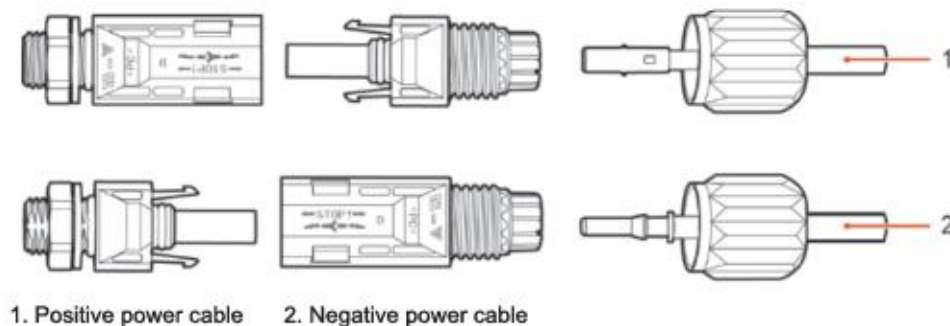

Figura 19 - Conexión de los cables de potencia CC en entrada (2)
- 4) Introducir los cables de alimentación positivos y negativos antes pelados en los terminales de metal positivo y negativo respectivamente, y crimparlos utilizando la herramienta adecuada. Asegurarse de que los cables queden fijados de modo que no puedan extraerse con una fuerza inferior a 400 N, como muestra la Figura 19